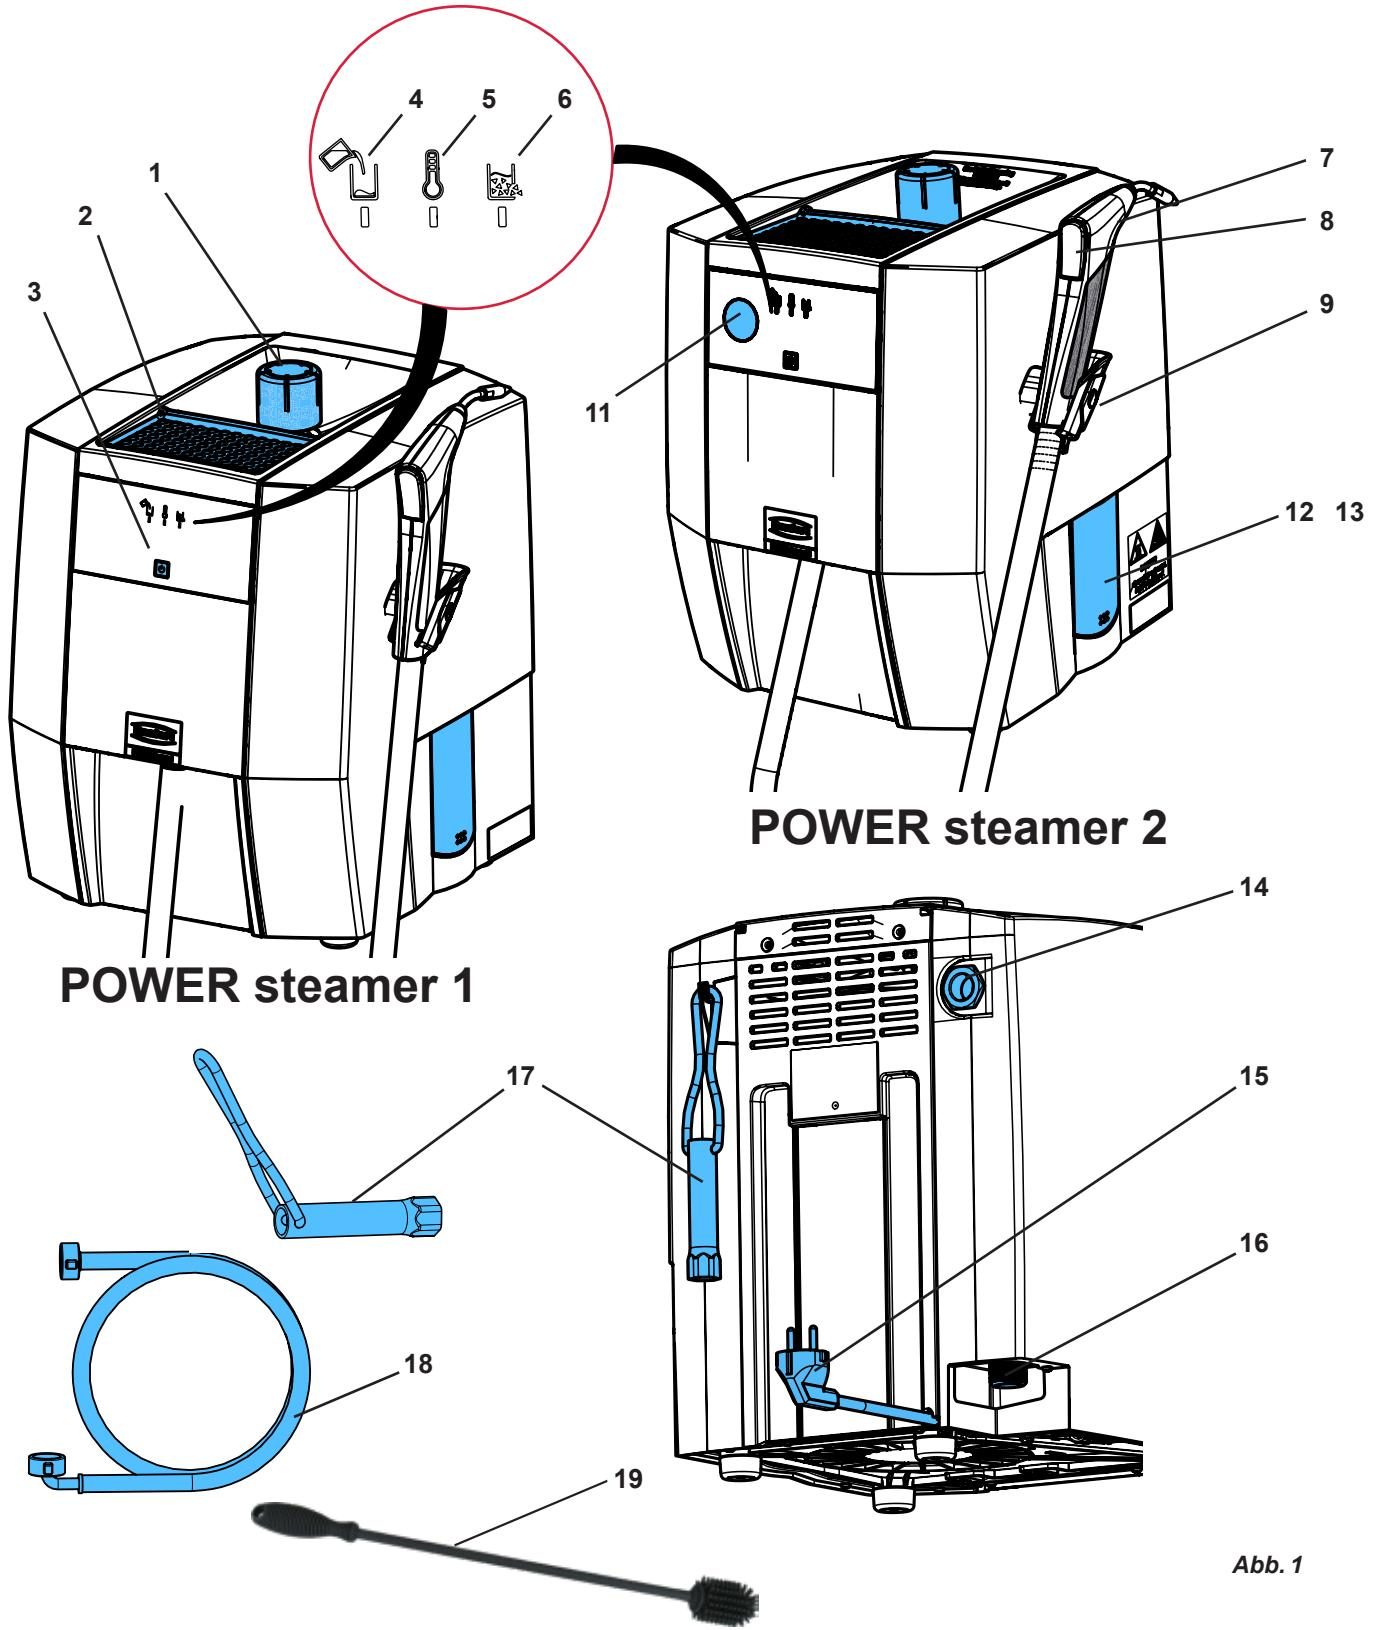

Abb. 1
- **Gerät so aufstellen, dass bei einem Dampfaustritt aus der Überdruckventil-Auslassöffnung (14, Abb. 1) keine Gefährdung entsteht.**
Auf der Modellablage (2, Abb. 1) können Gipsmodelle oder Einbettmassen-Modelle zum Trocknen abgelegt werden.
- ⇒ Tankverschluss (1, Abb. 1) einschrauben.
**Gerät so aufstellen, dass bei einem Dampfaustritt aus der Überdruckventil-Auslassöffnung (14, Abb. 1) keine Gefährdung entsteht (z. B. Gerät nicht vor einer Steckdose aufstellen).**
**Die Überdruckventil-Auslassöffnung (14, Abb. 1) darf nicht verschlossen oder in irgendeiner Weise blockiert werden.**
Vor Öffnen des Revisionsverschlusses sicherstellen, dass der Druckbehälter nicht mehr unter Druck steht. Dazu Tankverschluss (1, Abb. 1) öffnen und entfernen.
- ⇒ Gerät so aufstellen, dass Wasser aus der Revisionsöffnung (12/13, Abb. 1) in ein Becken fließen kann.